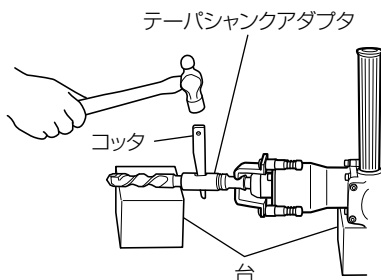

図 11
- (4) テーパシャンク付ドリルの取りはずしは、テーパシャンクアダプタの長穴部分にコッタを入れ、下に台を置いてコッタの頭を手ハンマでたたいてはずします。(図 11)